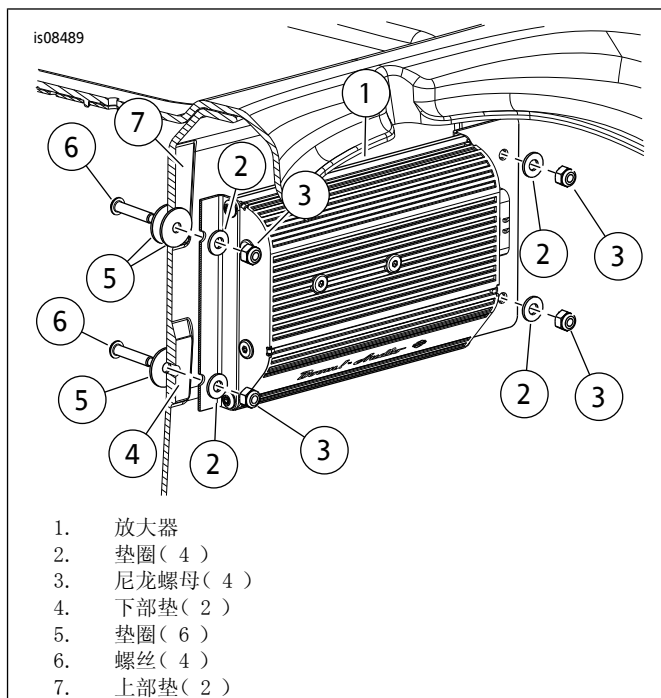

图2。安装放大器
6. 参见图2。在四个凸起垫(4和7)上定位放大器和支架(1)。按图中所示,朝着车辆左侧定位连接器。在下部垫(4)上方对中下部孔。
11. 参见图2。将垫圈(5)放在螺丝(6)上。从行李箱内部穿过孔进行安装。从行李箱内部,将额外的垫圈(5)放在顶部螺丝上,仅充当隔块。在四个凸起垫(4和7)上定位放大器(1)和支架(3)。朝着车辆左侧定位连接器。在支架和螺丝上安装垫圈(2)。使用螺母(3)固定。拧紧螺母至: